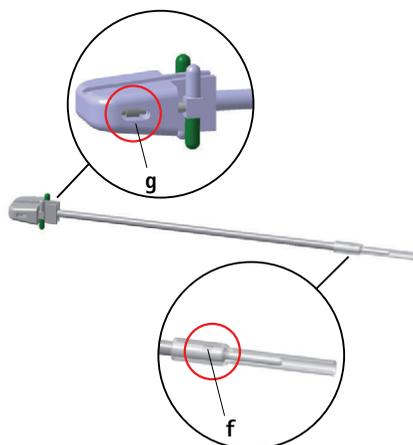

Рис. 4
- ▶ Установить предохранительный упор в центральное положение **g**, см. Рис. 4.